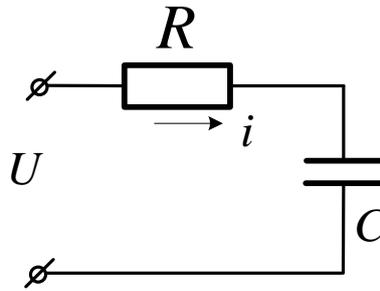

Рисунок 37
**Задача 41.** По цепи (рис. 37), состоящей из последовательно соединенных резистора сопротивлением  $R=100 \text{ Ом}$  и конденсатора емкостью  $C=31,8 \text{ мкФ}$  протекает синусоидальный ток с амплитудой  $I_m=1,41 \text{ А}$ ,  $f=50 \text{ Гц}$ . Определить мгновенные значения приложенного к цепи напряжения, напряжений на резисторе и конденсаторе.